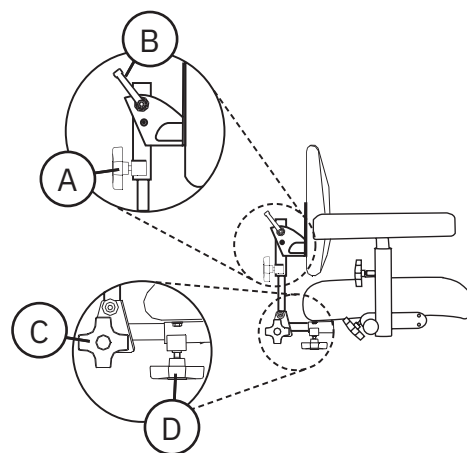

Figure 5.9. Mécanisme de dossier Medic TWIN.
Medic TWIN peut s'ajuster en hauteur (A), en inclinaison du dossier (B), en inclinaison du dispositif d'escamotage du dossier (C) et en profondeur (E), voir figure 5.9.